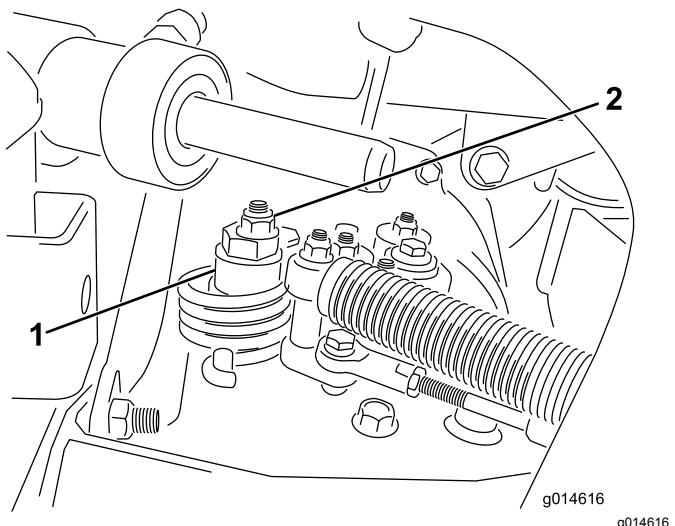

Рисунок 34
- A. Ослабьте контргайку крепления эксцентрика к верхней части гидростата (Рисунок 34).
C. Поворачивайте эксцентрик до тех пор, пока не прекратится медленное вращение колеса в любом направлении. Когда колесо перестанет вращаться, затяните гайку, которая фиксирует эксцентрик и регулировку (Рисунок 34). Проверьте регулировку при положениях дроссельной заслонки Медленно и БЫСТРО.